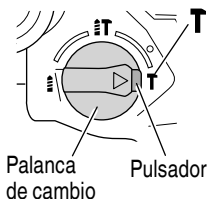

Fig. 23
Este martillo perforador puede establecerse en el modo de golpeteo solamente presionando el pulsador y girando la palanca de cambio hasta la marca **T** (Fig. 23).
- (3) Girar la palanca de cambio hasta la marca **T** (Fig. 23).